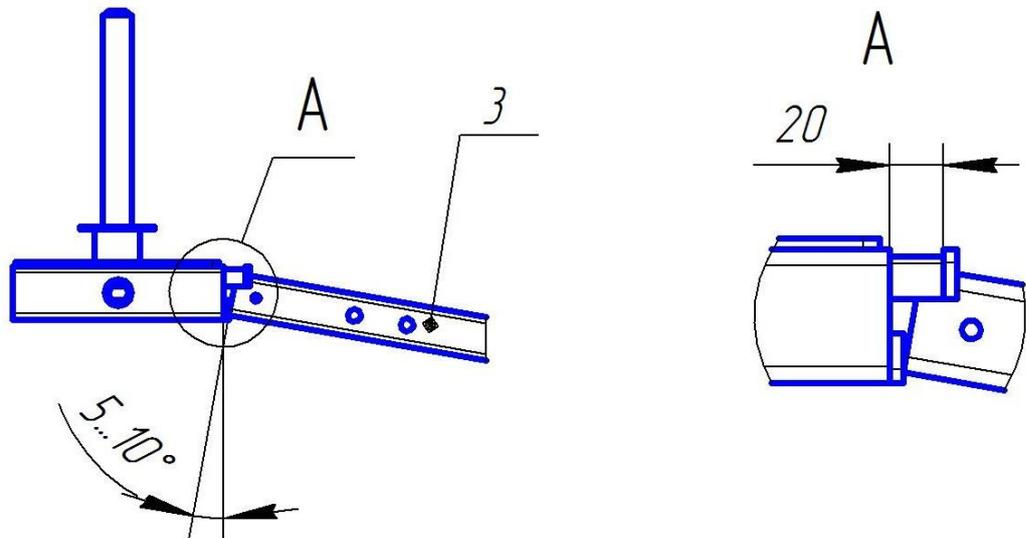

Рис. 7. Схема установки рычага валика в переходник 40x40-50x50.
- 6.2. Установить второй переходник 40x40-50x50 поз.27 в торец поз.5 (Держатель валика) не доводя до упора примерно 20мм, как указано на рис.7. Отверстия в трубе поз.3 (Рычаг валика) должны быть сориентированы в сторону стакана фиксатора на дет. поз.5 (Держатель валика).
- 6.3. Установить дет. поз.3 (Рычаг валика) под углом 5...10°, чтобы дет. поз.3 вошла между двумя дет. поз.27 (Переходник 40x40-50x50) на 1...2мм (см. рис.7). Стенки обоих переходников поз.27 должны полностью охватывать трубу дет. поз.3.